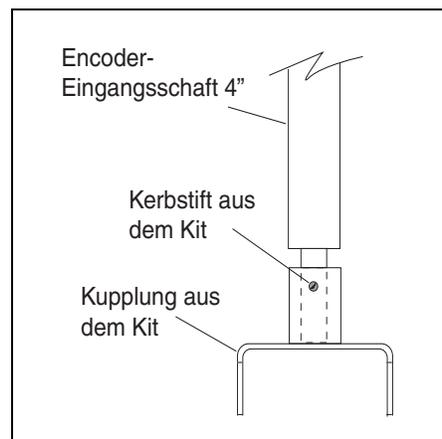

Abbildung 18. Anbringen der Kupplung am Neptune-Adapterschaft
16. Stellen Sie sicher, dass das Spiel innerhalb der Grenzwerte liegt. Entnehmen Sie die Kupplung und den Kerbstift aus dem Kit und bringen Sie die Kupplung an der Unterseite des Eingangsschafts an (siehe Lage des Stifts in Abbildung 18).